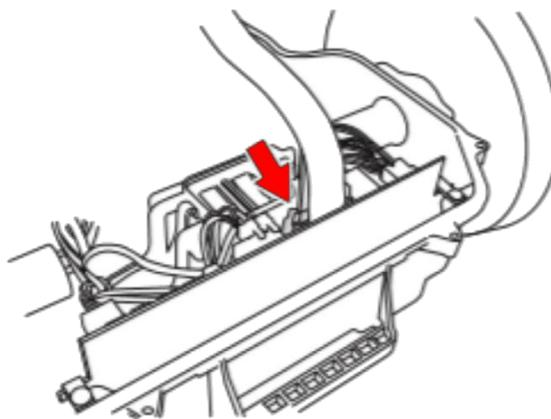

Figure 3
4. Déconnectez le câble IHM de l'impression principale. Ceci est indiqué par une flèche sur la figure 3.